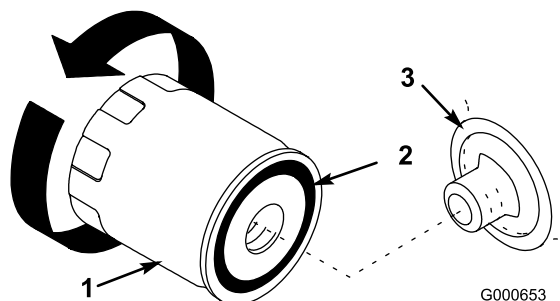

Figura 25
7. Retire el filtro usado y limpie con un paño la superficie de la junta del adaptador del filtro (Figura 25).
10. Aplique una capa fina de aceite nuevo a la junta de goma del filtro nuevo (Figura 25).
11. Instale el filtro de aceite nuevo en el adaptador del filtro. Gire el filtro en el sentido de las agujas del reloj hasta que la junta de goma entre en contacto con el adaptador del filtro, luego apriete el filtro media vuelta más (Figura 25).